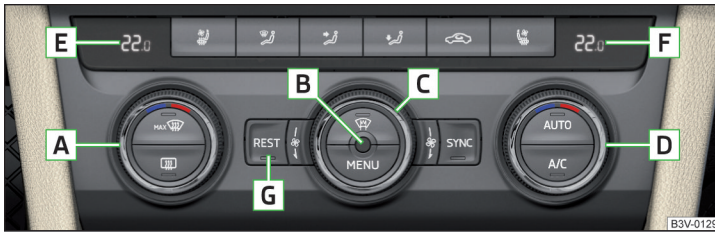
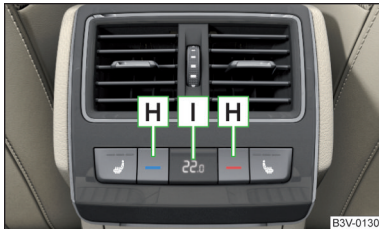

Abb. 137 Bedienelemente vorn
Abb. 138
## **Funktionen der einzelnen Bedienelemente** » Abb. 137 und » Abb. 138
- Den Innenraumtemperatursensor **B** » Abb. 137 nicht überdecken, sonst könnte die Climatronic ungünstig beeinflusst werden.